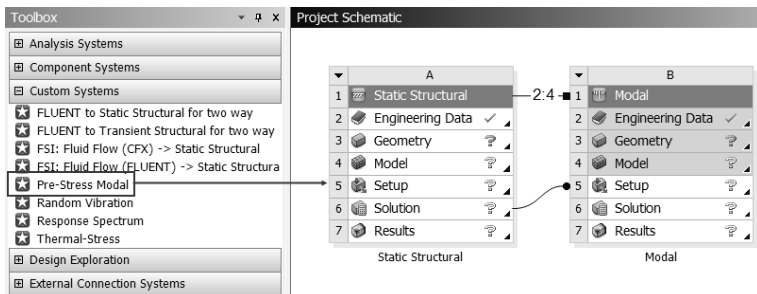

图 6-35 创建分析项目 A 及项目 B
Step2 : 双击主界面 Toolbox (工具箱) 中的 Custom Systems Pre-Stress Modal (预应力模态分析) 命令, 即可在 Project Schematic (项目管理区) 同时创建分析项目 A (静力分析) 及项目 B (模态分析), 如图 6-35 所示。